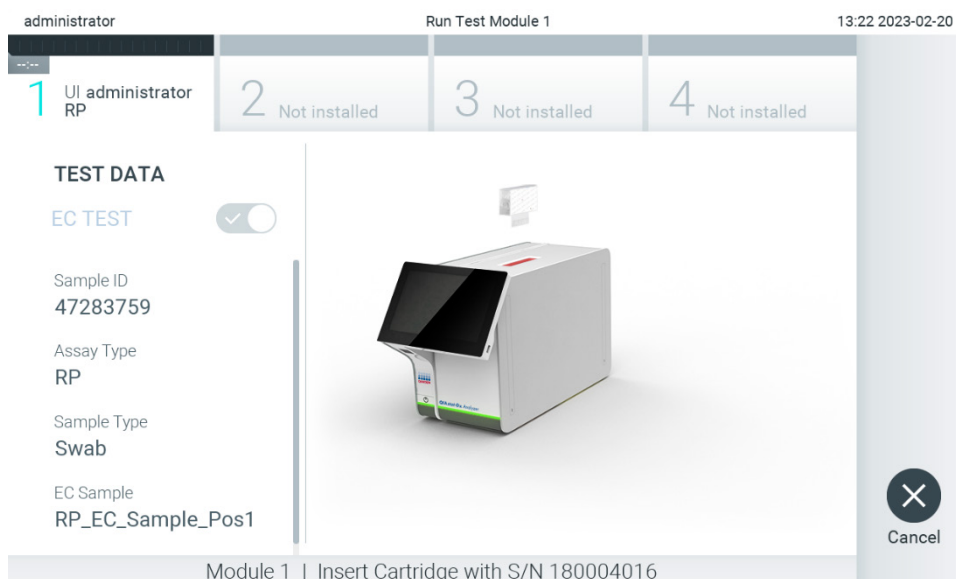

Figura 97. Introducerea cartușului de test QIAstat-Dx în QIAstat-Dx Analyzer 2.0.
9. Asigurați-vă că ambele capace ale probelor aferente orificiului pentru tampon și orificiului principal din cartușul de test QIAstat-Dx sunt bine închise. Atunci când se deschide automat orificiul de introducere a cartușului, din partea de sus a QIAstat-Dx Analyzer 2.0, introduceți cartușul de test QIAstat-Dx cu codul de bare îndreptat către stânga și cu camerele de reacție orientate în jos (Figura 97).